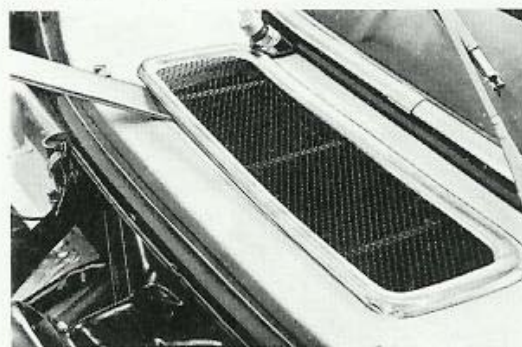

Bild 68. Demontering av luftinlagets galler
1. Demontera friskluftsgallret med hjälp av en träpackel (bild 68).